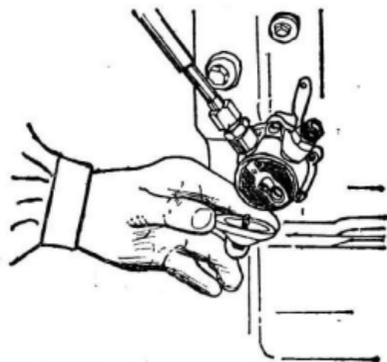

图1-10 上海760A汽油泵滤网的拆卸
(3) (图1-10) 为上海760A小客车汽油泵滤网的拆卸清洗。